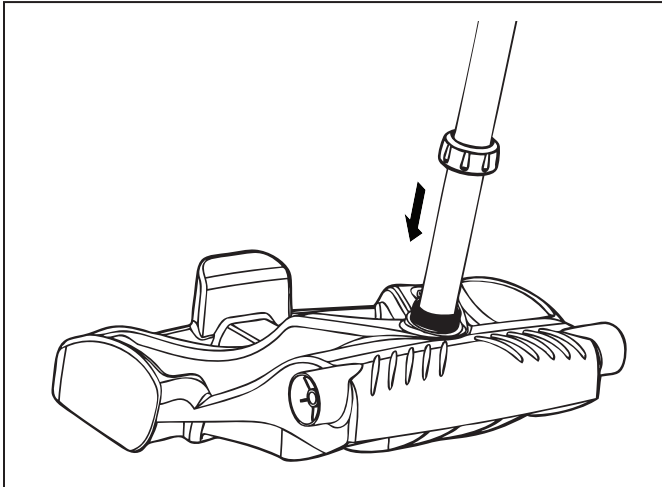

Figure 4. Serrer l'écrou pour sécuriser le cadre
4. Faites glisser l'écrou sur le tube et tournez-le pour le serrer sur l'unité de base (Figure 4).